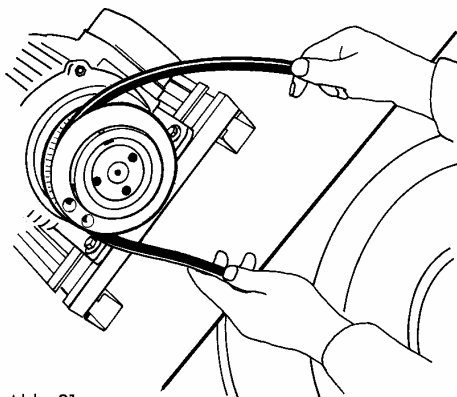

Abb. 21
- Der neue Keilriemen wird von Hand zuerst auf die kleine Scheibe gelegt und dann auf die große Scheibe aufgedreht (Abb. 21).